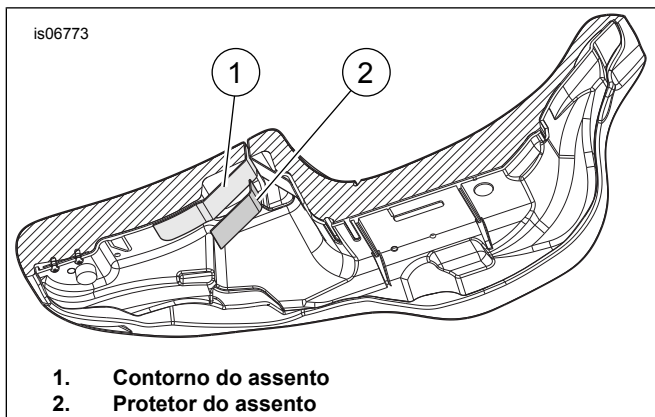

Figura 4. Lado de baixo do assento
13. Veja a figura 4. Observe a forma da superfície que o protetor do assento (2) cobre e suavemente molde o protetor para que se ajuste melhor aos contornos do assento (1).